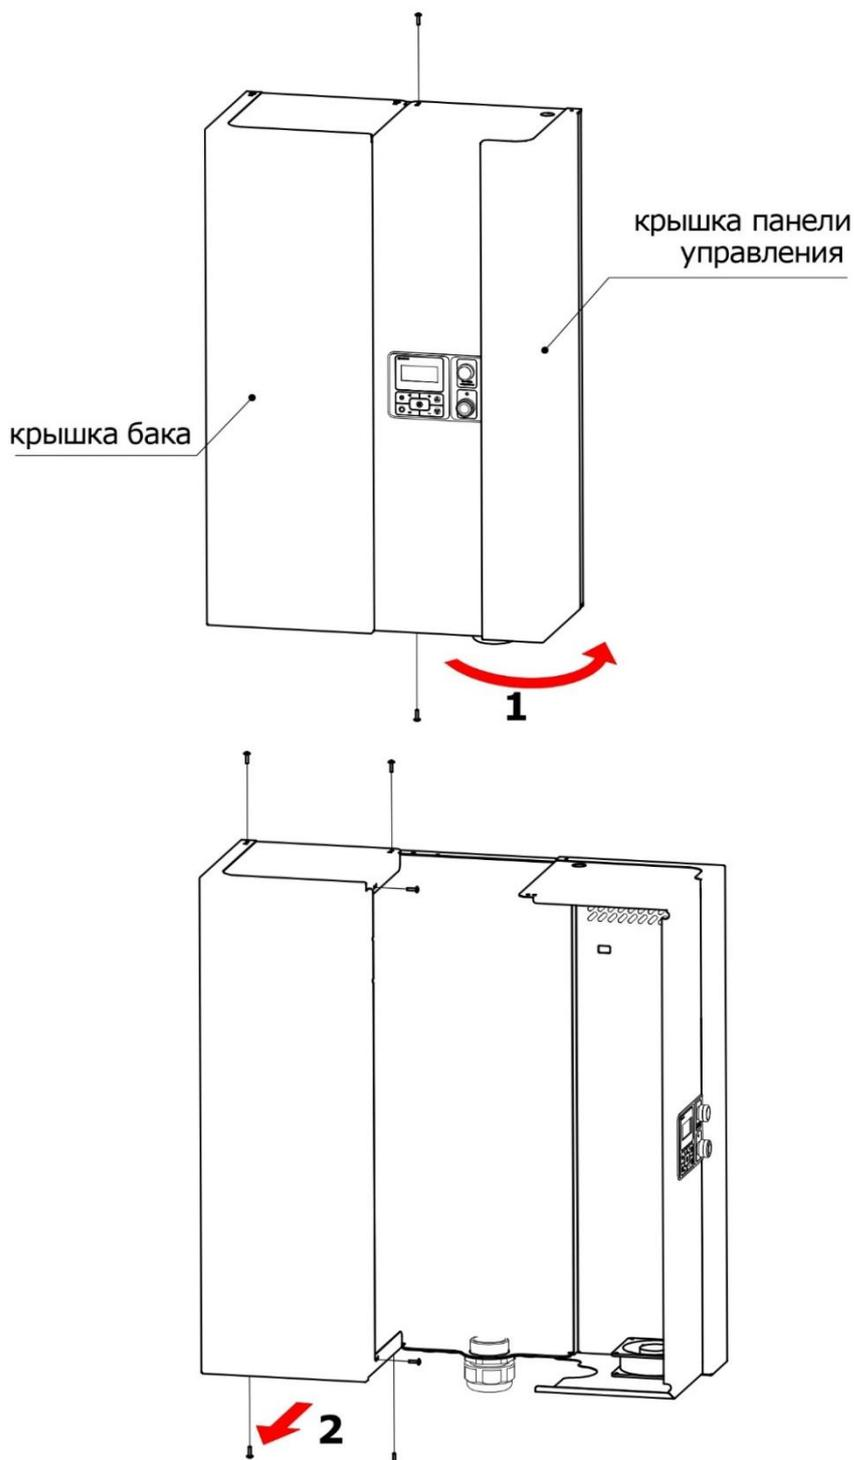

Рис. 2
4.2. Для открытия крышки панели управления и снятия крышки бака необходимо выкрутить два винта, крепления крышки панели управления (см. рис. 2), открыть крышку и выкрутить шесть винтов крепления крышки бака.